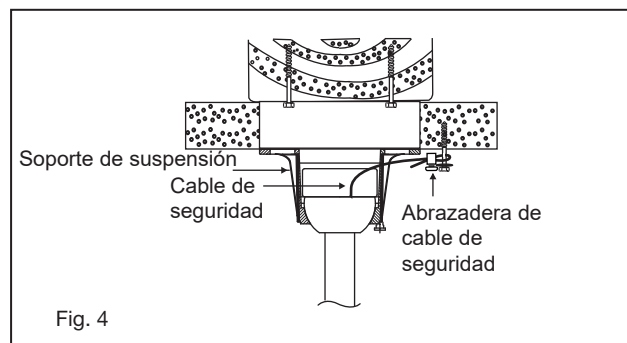

Fig. 4
- 8 Fije el dosel al soporte del colgador insertando las aberturas de la ranura del teclado en los tornillos del soporte del colgador (Fig. 4), y gire el ventilador hacia la derecha para enganchar los tornillos en el ranura del teclado.
- 9 Levante la bola / varilla / ventilador en la abertura del soporte de suspensión. NOTA: La lengüeta opuesta a la abertura del soporte del colgador debe encajar en la ranura de la bola. (Fig. 4)
Fije el perno de retraso y la arandela plana a la viga del techo. Conecte el cable de seguridad al perno de retraso. Deslice la abrazadera del cable sobre el cable de seguridad (del ventilador). Coloque el extremo del cable a través del perno de retraso. Pase la mayor cantidad posible de cable a través del perno de retraso. Introduzca el extremo del cable en el orificio de la abrazadera y apriete firmemente el tornillo. (Fig. 4). Corte el exceso de cable de seguridad.